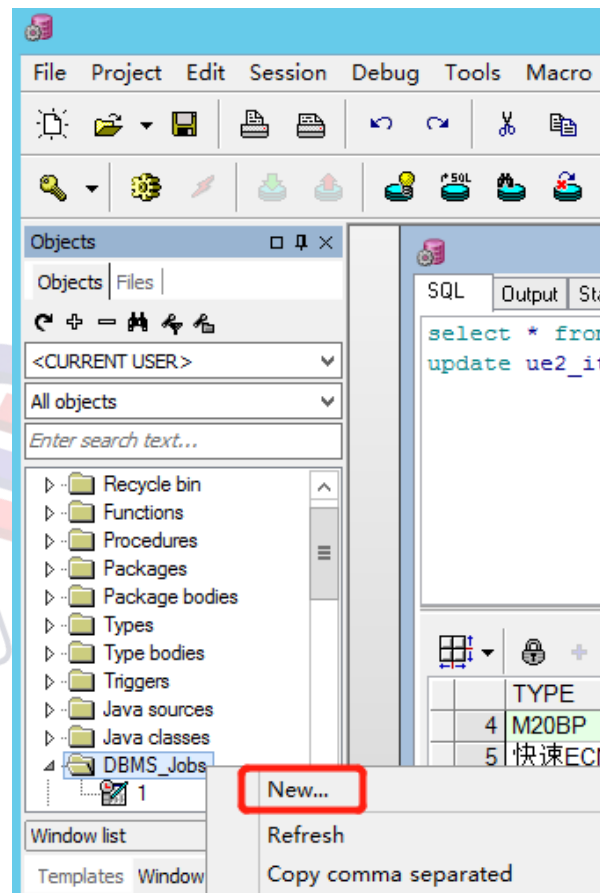

图 3
3.选择 DBMS_Jobs, 新建 Job 任务（如图 3）。